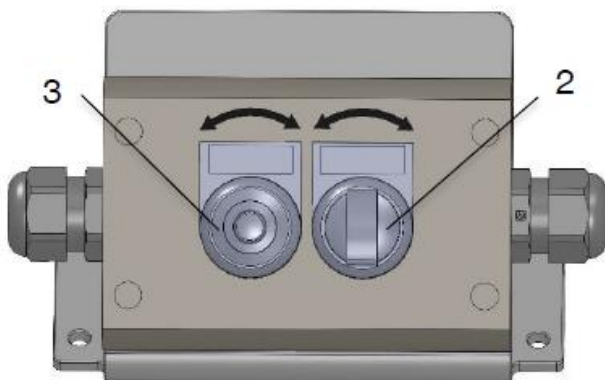

Abb. 12 Drehzahlregelung/EIN-AUS
Die Drehzahl kann durch Drehen des Potentiometers (3) im Uhrzeigersinn erhöht werden. Durch Drehen des Potentiometers (3) im Gegenuhrzeigersinn kann die Drehzahl verringert werden. Die Drehzahl kann so stufenlos zwischen den Stufen „0“ und „10“ eingestellt werden (Abb. 12).